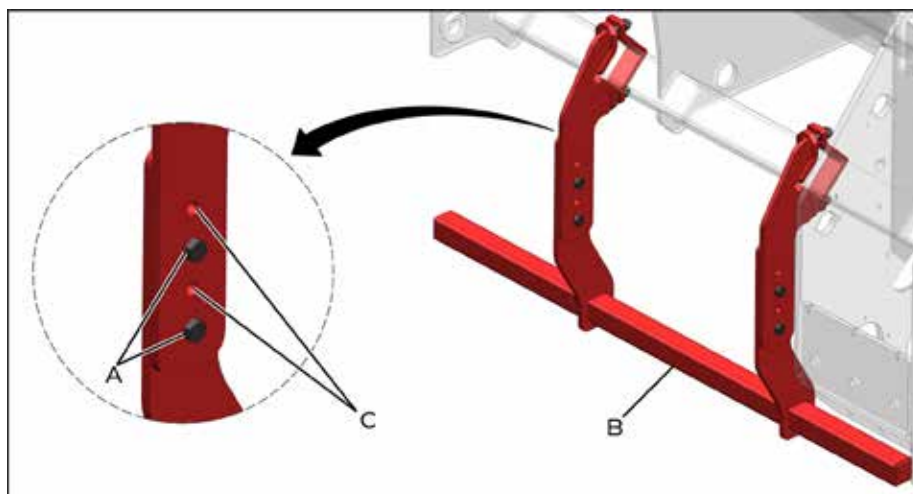

fig. 43
Para fazer a regulagem da altura do sistema para acamamento de pastagens, afrouxe os parafusos (A) (fig. 43) e posicione o barramento (B) na altura desejada, de maneira que fique alinhado com os furos (C).